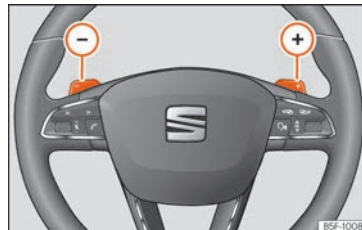

Fig. 243 Volante con dos levas para el Tiptronic.
- En el programa de conducción **D** o **S**, accione las levas del volante » **fig. 243**.
- Tire de la leva derecha **+** » **fig. 243** hacia el volante para subir de marcha.
- Tire de la leva izquierda **-** » **fig. 243** hacia el volante para reducir.
- **O BIEN:** reduzca con las levas del volante » **fig. 243** » **pág. 269**.